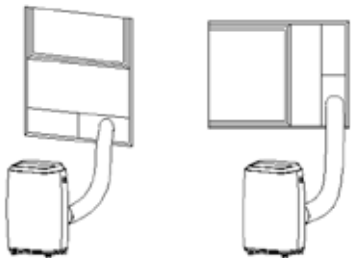

Abb. 5 & 5a
- 2) Bringen Sie den Abluftschlauch an (Abb. 5 und 5a) und passen Sie die Position des Fensters an.